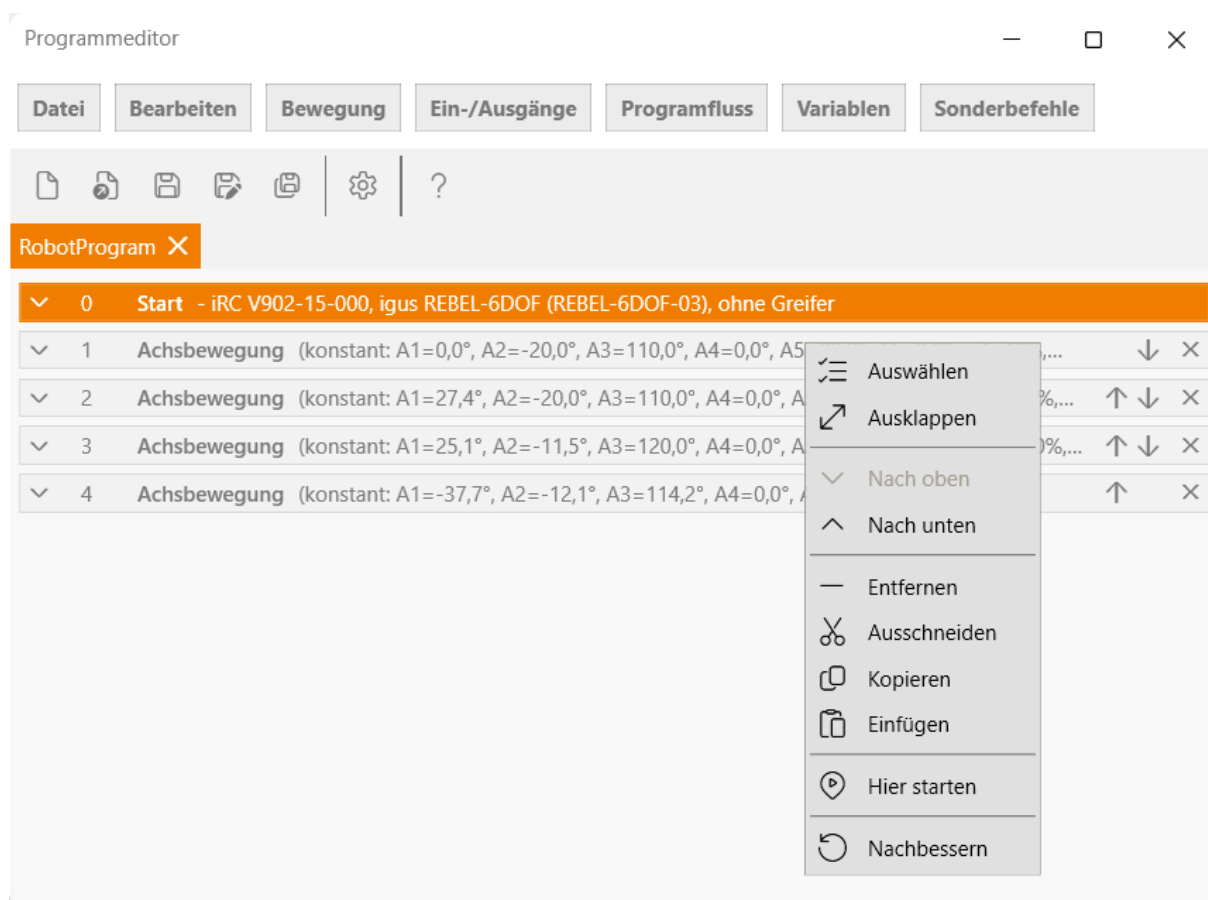

Abbildung 40: Das Kontextmenü einer Befehlszeile
Um einen Befehl zu verschieben verwenden Sie die Pfeile auf der rechten Seite der Befehlszeile. Alternativ können Sie im Kontextmenü der Befehlszeile auf "Nach unten" oder "Nach oben" klicken (s. Abb. 40).
- Öffnen Sie das Kontextmenü durch einen Rechtsklick auf die Befehlszeile und klicken Sie auf "Nachbessern!" (s. Abb. 40).
Um einen bestimmten Befehl als Startpunkt für die Ausführung zu wählen, klicken Sie im Kontextmenü auf "Hier starten" (s. Abb. 40).